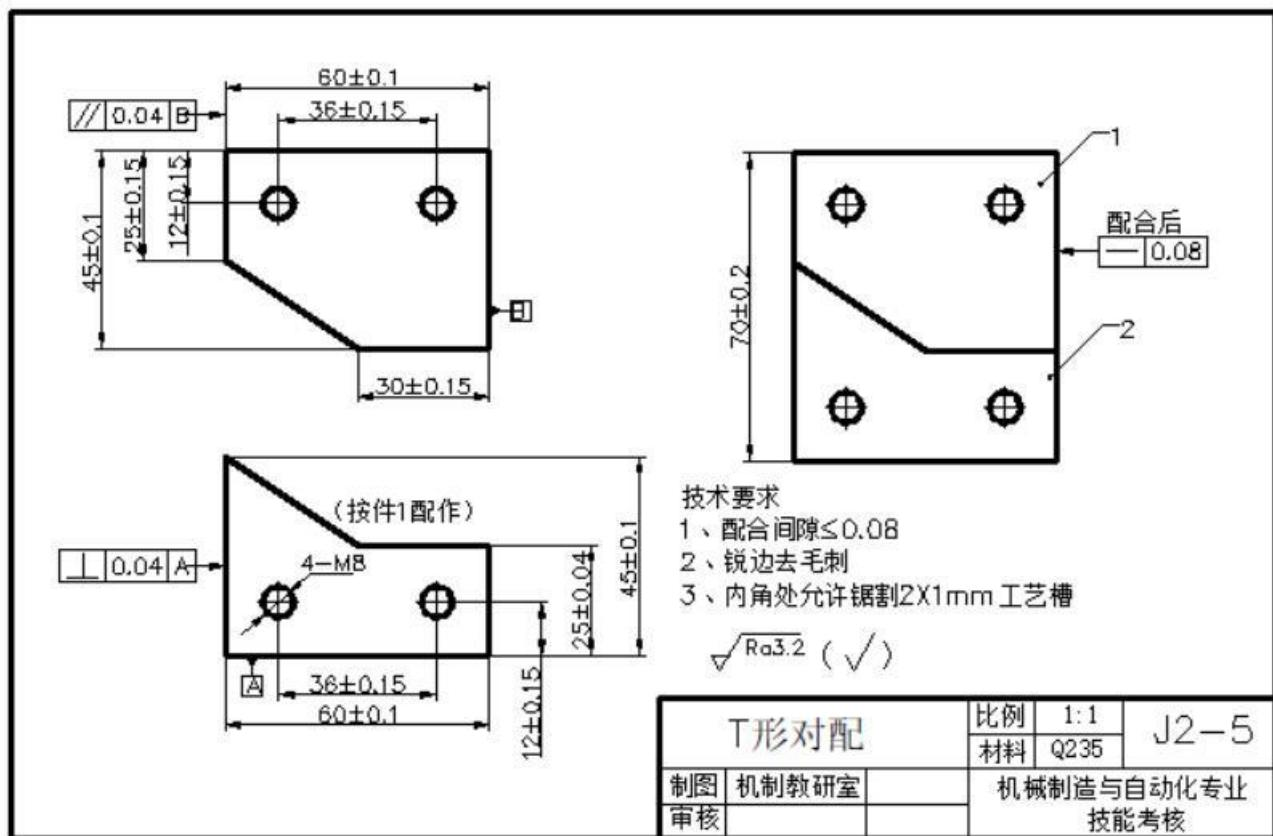

图 J2-5-1 T 型对配
- 3) 根据零件图 J2-5-1 的要求完成凸、凹零件的加工与配锉加工。去毛刺，倒棱角 C0.3，配合面不允许倒角，不准使用专用工、夹具加工和抛光；